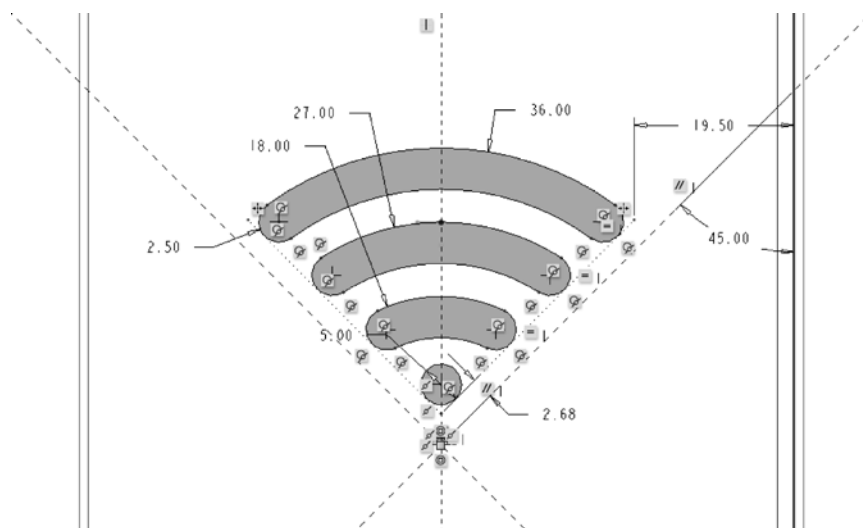

图 6-67 草绘图形
(4) 绘制图 6-67 所示的实线图形，单击  (确定) 按钮。